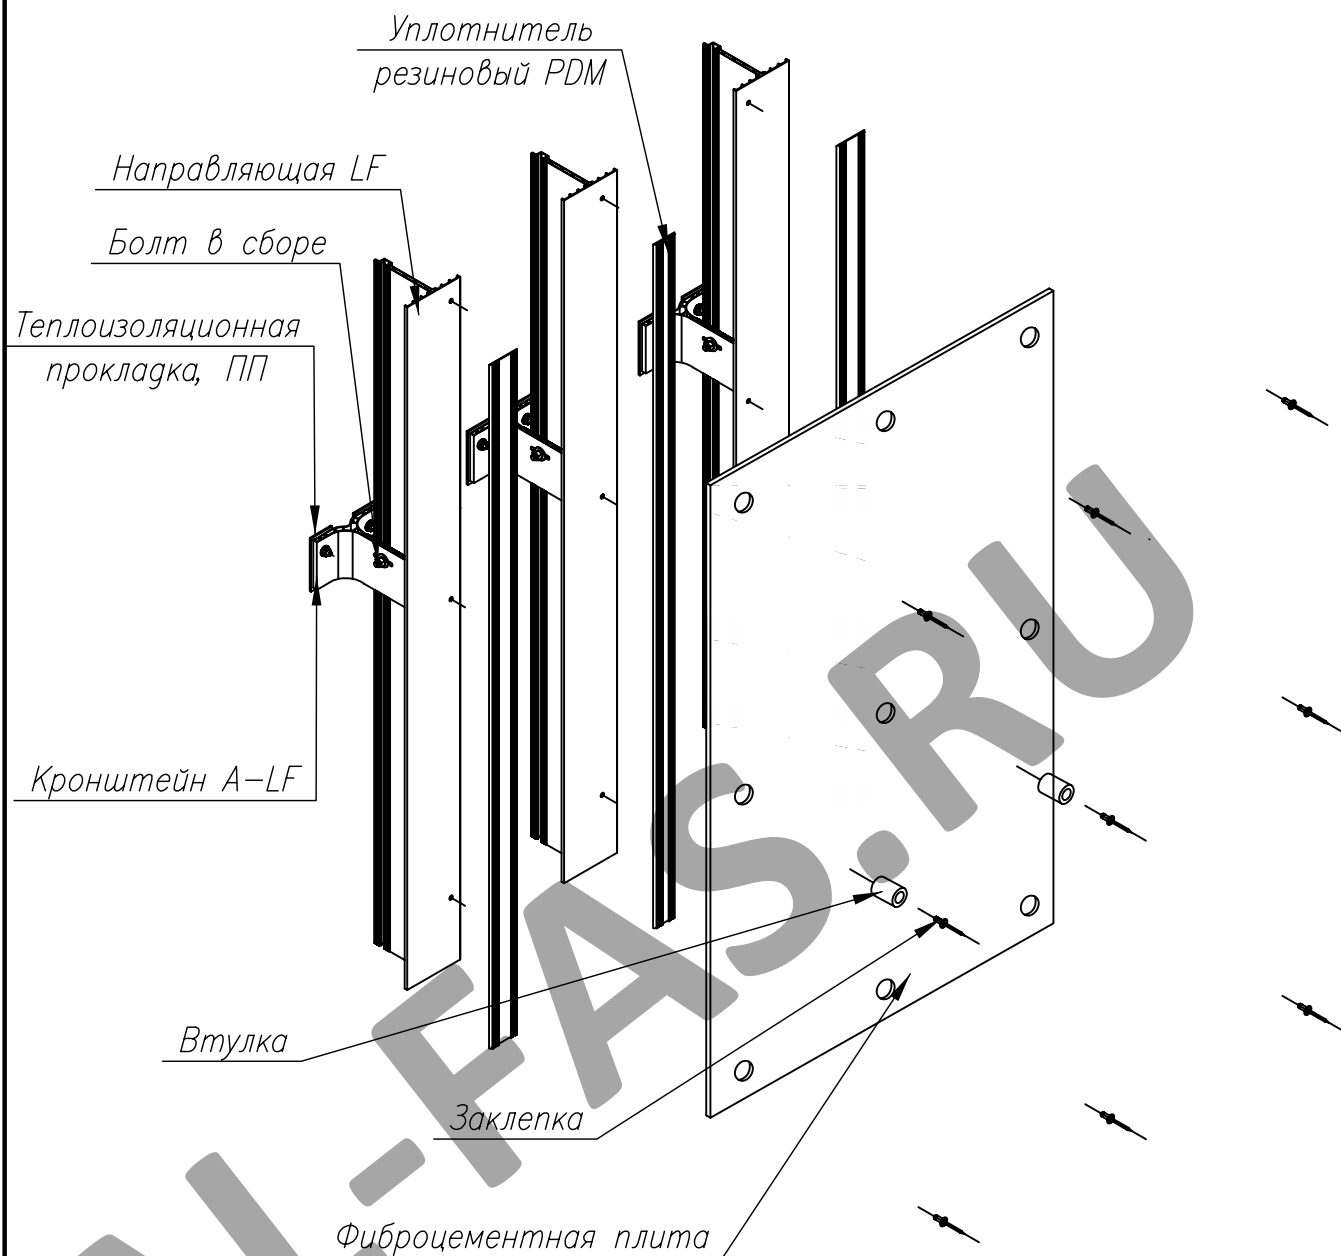

Рис. 5.
3.3. При варианте №2 каждая фиброцементная плита крепится двумя клепками 5x14 через втулки к направляющим LF 301/LF 31 согласно проекту, остальные клепки 5x14 без втулок (рис. 5). Обе заклепки, устанавливаемые через втулки крепятся неподвижно.